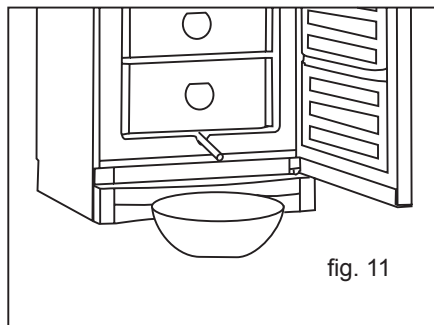

fig. 11
3. Sortir la gouttière d'évacuation d'eau qui se trouve dans la partie inférieure de l'appareil et placer un récipient en dessous (fig. 11). Si la gouttière d'évacuation d'eau est gelée, tremper un chiffon dans l'eau chaude et le placer quelques minutes sur la gouttière.